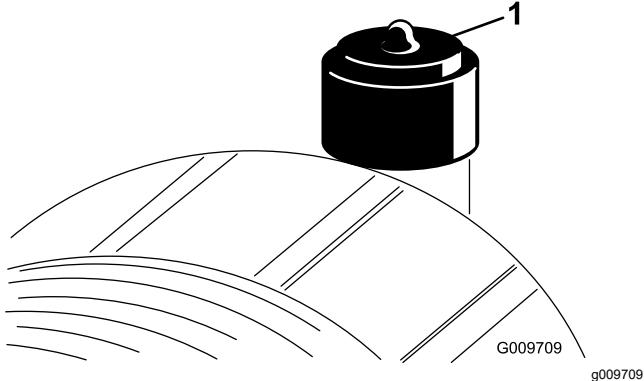

Figura 52
Effettuate la manutenzione del filtro dell'aria quando l'indicatore (Figura 52) lo richiede. Sostituendo il filtro dell'aria prima del necessario si aumenta il rischio che la mordacia penetri nel motore quando si toglie il filtro.
- Se la spia (Figura 52) è rossa, resettatela.